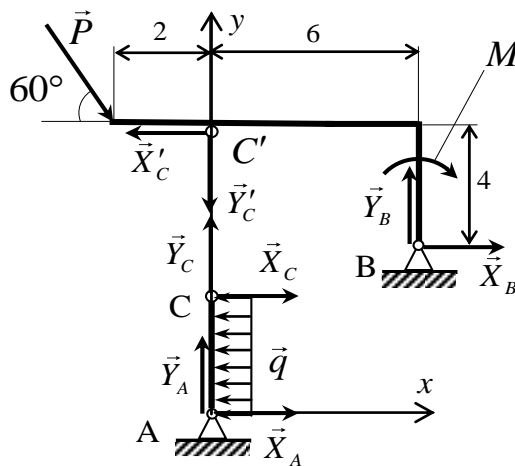

Рис. 5
1) разбиваем систему на два тела (рис. 5);
2) Запишем уравнения равновесия для тела CB (см. рис. 5)